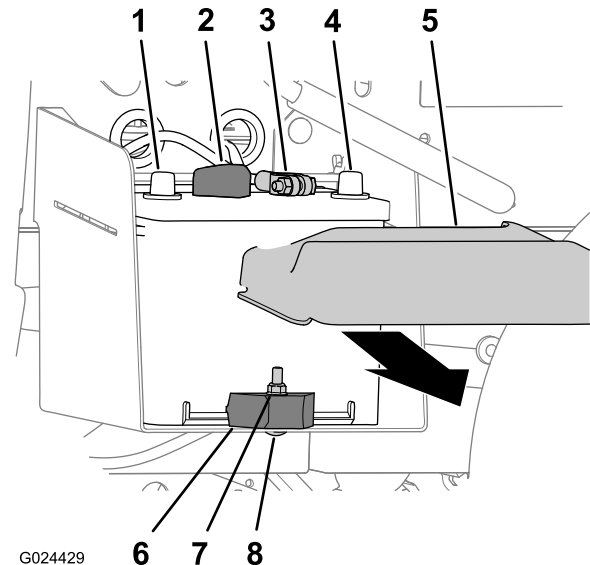

Bild 2
1. Drücken Sie die Seiten der Batterieabdeckung zusammen und nehmen Sie die Abdeckung von der Batterieoberseite ab (Bild 2).
2. Schließen Sie das Minuskabel der Batterie vom Batteriepol ab (Bild 2).
3. Trennen Sie das Pluskabel der Batterie vom Batteriepol ab (Bild 2).